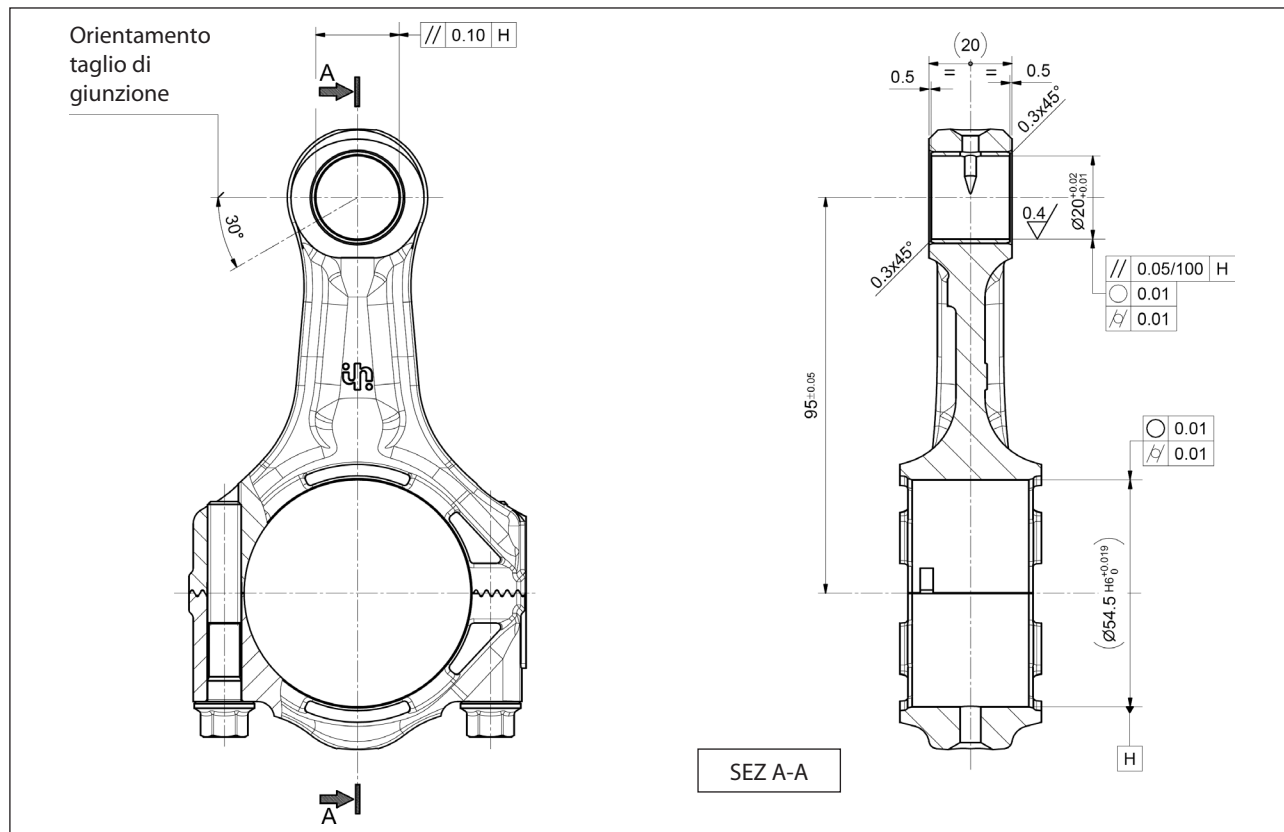

Fig. 35
- il taglio di giunzione venga orientato come indicato in Fig. 35.
Eseguire successivamente le lavorazioni meccaniche rispettando tassativamente dimensioni e tolleranze riportate in Fig. 35.